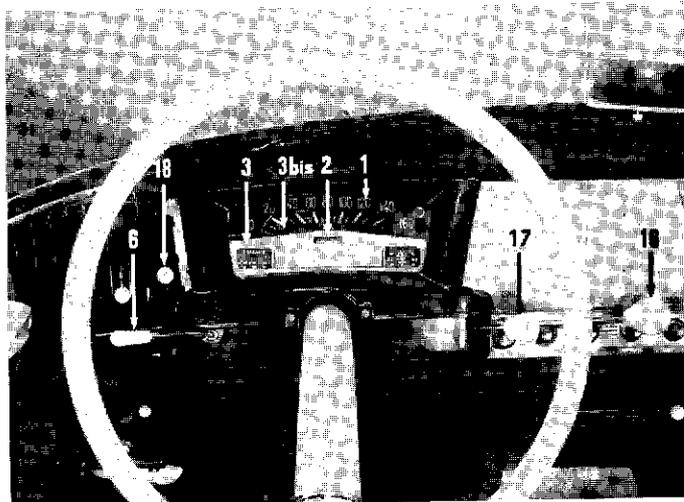

Figure 9
Si la pression dans le dispositif hydraulique commandant le frein principal est insuffisante, un voyant **rouge 3 bis** (fig. 9) s'allume au tableau de bord.
- 1.** Indicateur de vitesses (fig. 9).
2. Compteur kilométrique totalisateur (fig. 9).
3. Niveau d'essence (fig. 9).
3 bis. Voyant rouge de contrôle du frein principal. Ne fonctionne que lorsque le contact est mis (fig. 9).
6. Commande des indicateurs de direction (fig. 9 et 10).
16. Levier de commande des vitesses (fig. 9 et 10).
17. Avertisseurs et phares (commande unique) (fig. 9 et 10). Les avertisseurs se commandent en **appuyant** sur le dé :
18. Commande de répartition de l'air chaud entre chauffage et dégivrage (fig. 9 et 10). Pour son utilisation, voir page 47.